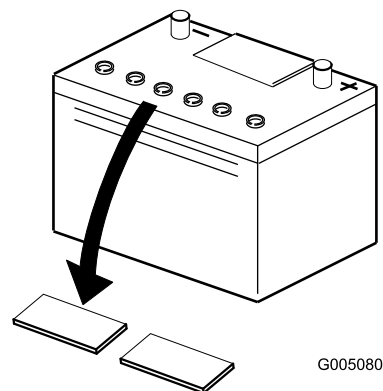

Рисунок 6
- Очистите поверхность аккумуляторной батареи и снимите вентиляционные пробки (Рисунок 6).